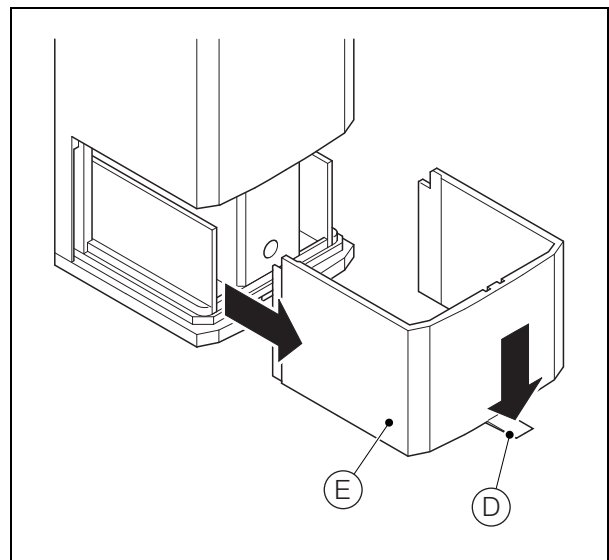
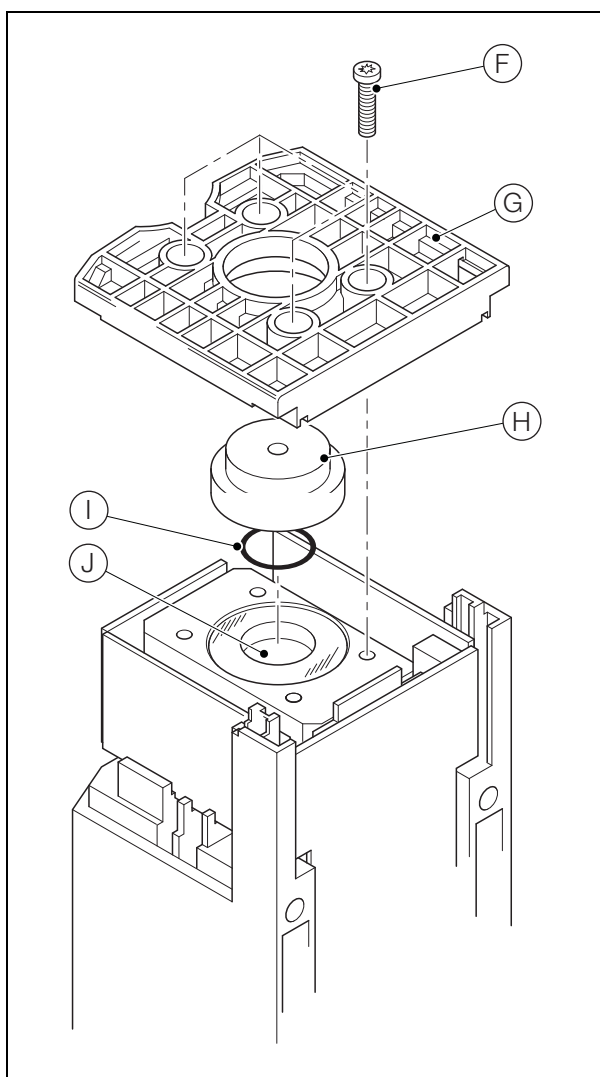

Abb. 13.10 Ausbauen der Messzellenabdeckung
Abb. 13.11 Ausbau der Messzellen-Grundplatte
3. Drücken Sie wie in Abb. 13.10 gezeigt die Verriegelung (D) herunter und entfernen Sie die Abdeckung (E).
4. Siehe Abb. 13.11,
- Drehen Sie die Messzellenbaugruppe um, entfernen Sie die vier Schrauben (F) und nehmen Sie die Grundplatte (G) heraus.
- Nehmen Sie die Stirnflächen-Dichtungskappe (H) des Probenrohrs ab. Entfernen Sie die Dichtung (I) und entsorgen Sie sie.
- Entfernen Sie alle Flüssigkeitsspuren aus dem Probenrohr (J).
12. Siehe Abb. 13.11:
- a. Setzen Sie einen neuen O-Ring (I) in die Abschlusskappe (H) ein. Achten Sie dabei darauf, dass er ordnungsgemäß in die Nut der Abschlusskappe eingelegt ist.
- b. Drehen Sie die Messzellenbaugruppe um, und positionieren Sie die Abschlusskappe (H) über dem Ende des Probenrohrs (J).
- c. Bauen Sie die Grundplatte (G) wieder ein. Dabei muss die Abschlusskappe sich mittig in der Öffnung der Grundplatte befinden. Befestigen Sie die Grundplatte mit den vier Schrauben (F).
13. Bringen Sie wie in Abb. 13.10 gezeigt die Abdeckung (E) wieder an.